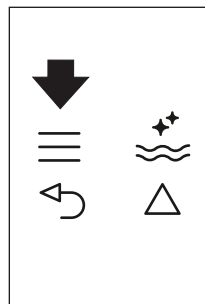
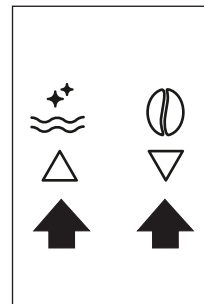

Fig. 22
Fig. 9
- ▶ Prima o ícone ≡ (B2) para aceder ao menu (Fig. 22) e, em seguida, prima os ícones △ ▽ (B7) e (B8) (Fig. 9) até aparecer "PROGRAM CAPPUCCINO" (PROGRAMAR CAPPUCCINO).
- ▶ Prima o ícone **SET** ≡ (B2) para aceder ao menu (Fig. 22) ou prima os ícones △ ▽ (B7) e (B8) (Fig. 9) até aparecer "PROGRAM CAPPUCCINO" (PROGRAMAR CAPPUCCINO).
- ▶ Prima o ícone ☞ (B9) para confirmar e depois os ícones △ ▽ (B7) e (B8) (Fig. 9) até aparecer "COFFEE FOR CAPPUCC." (CAFÉ PARA CAPPUCC.).